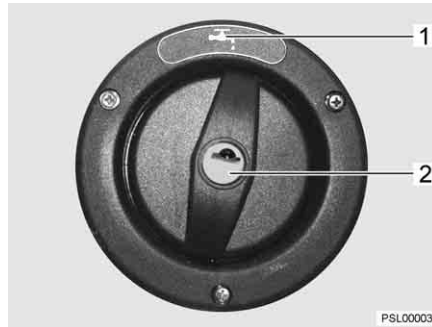

Fig. 50 Coperchio per bocchettone di riempimento dell'acqua potabile
▷ Il bocchettone di riempimento dell'acqua potabile è contrassegnato dal simbolo "🔑" (Fig. 50,1).
- Inserire la chiave nel cilindro della serratura (Fig. 50,2) e ruotare in senso antiorario.